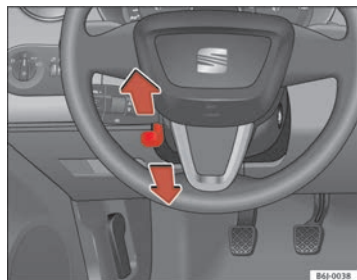

Abb. 92 Lenkradhöhen-einstellung
- Schwenken Sie den Hebel ⇒ Abb. 92 unter der Lenksäule nach unten ⇒ ⚠.
- Stellen Sie das Lenkrad so ein, bis die gewünschte Einstellung erreicht ist ⇒ Abb. 92.
- Stellen Sie den Fahrersitz oder das Lenkrad so ein, dass der Abstand zwischen Lenkrad und Brustbein mindestens 25 cm beträgt ⇒ Abb. 92. Wenn Sie den Mindestabstand nicht einhalten, kann Sie das Airbag-System nicht schützen – Lebensgefahr!